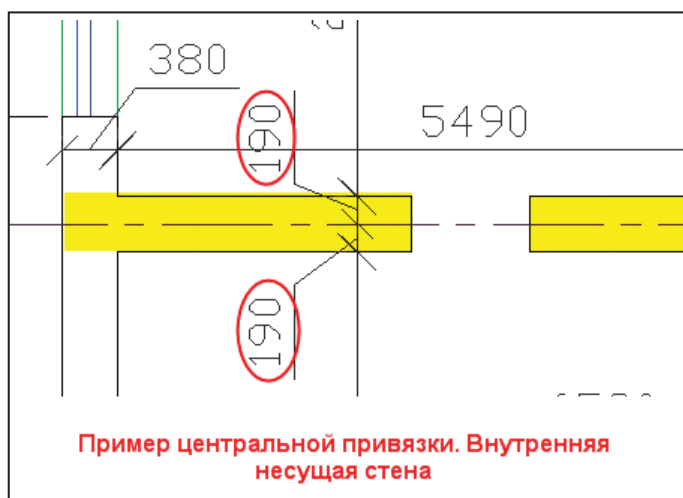

Рис. 3
- **центральная** — стандартная привязка по середине ширины стены, характерная для внутренних несущих стен и перегородок (рис. 3);